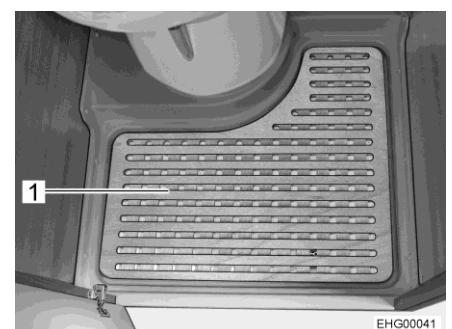

Bild 68 Uttagbar golvplatta
- Ta bort den uttagbara golvplattan (Bild 68,1) när du vill duscha.